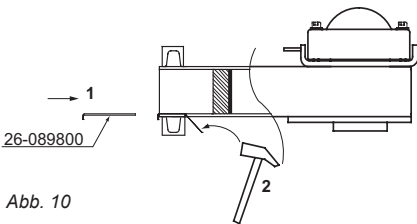

Abb. 10
* Spiel wird mit Verschleißblechen Nr. 26-089800 reduziert. Diese können entweder oben oder unten hinzugefügt werden, ggf. auch mehrere Bleche an derselben Stelle. Siehe Abb. 10.